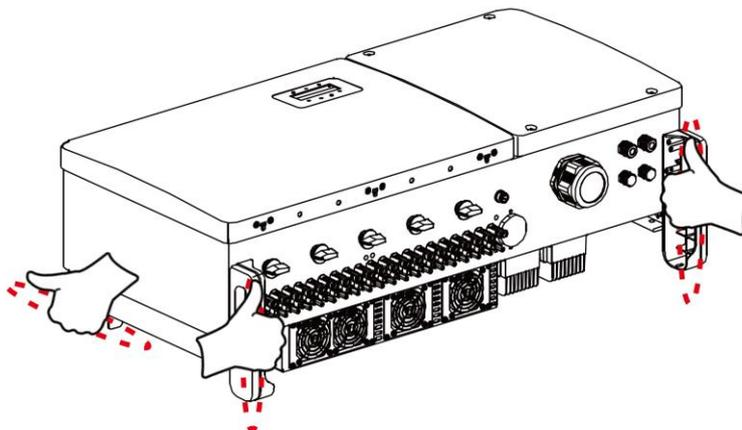

Рисунок 3.4 Ручки на инверторе
2. Для извлечения инвертора из коробки потребуется два человека. Используйте встроенные ручки на радиаторе инвертора для извлечения инвертора из коробки (см. Рисунок 3.4).